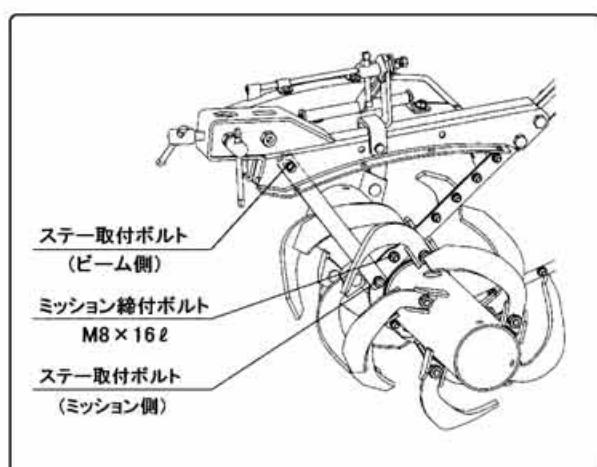

図55
- ②ステー取付ボルト（ビーム側）をゆるめてください。（図55）
- ③ステー取付ボルト（ミッション側）のボルトを取外してください。（図55）
- ④ミッション締付ボルト（M8×16ℓ）を取外してください。（図55）
- ⑤ステーを1段上にセットしてください。